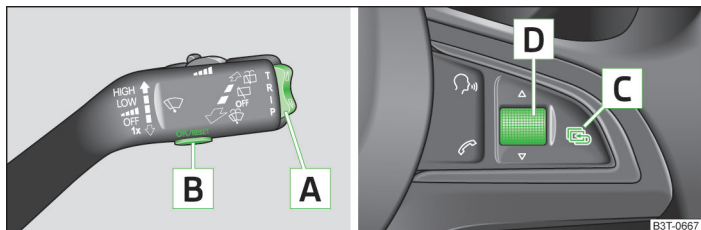

Fig. 7 Taste/roțiță: la maneta de comandă / la volanul multifuncțional
După apăsarea tastei **A** » fig. 7 la pagina 20 este afișată mențiunea care a fost afișată ultima dată.
- ▶ Apăsăți scurt tasta **B**, respectiv roțița **D** » fig. 7 la pagina 20.